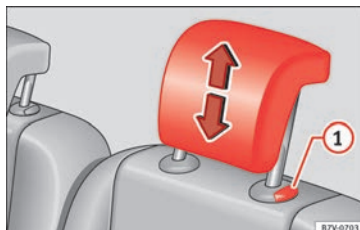

Fig. 151 Ajuste del apoyacabezas de la segunda o tercera fila de asientos.
- Suba el apoyacabezas en la dirección de la flecha o bájelo » **fig. 150** o » **fig. 151** **1** al pulsar el botón » **Δ** en **Desmontar y montar los apoyacabezas de la pág. 154**.